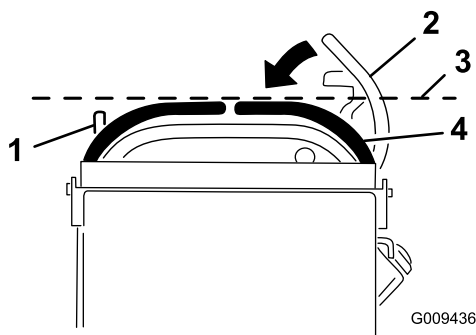

Figure 71
3. Abaissez le levier de commande de déplacement droit hors de la position de verrouillage au point mort (Figure 71).
4. Vérifiez si le levier de commande de déplacement droit s'aligne horizontalement sur le levier de commande de déplacement gauche (Figure 71).